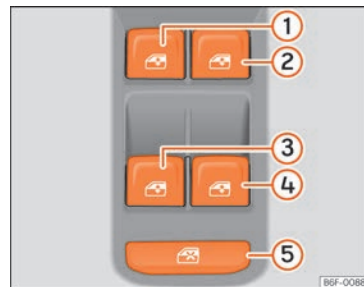

Abb. 148 Ausschnitt der Fahrertür: Tasten zum Bedienen der elektrischen Fensterheber
Mit dem Sicherheitsschalter  **Abb. 148**  in der Fahrertür können die Fensterheber-Tasten in den hinteren Türen außer Funktion gesetzt werden.
Die Tasten »» **Abb. 148** ①, ②, ③ und ④ haben zwei Stufen zum Öffnen und zwei zum Schließen des Fensters. Dadurch ist es einfacher, die Öffnungs- und Schließvorgänge zu kontrollieren.